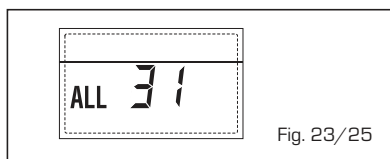

Fig. 23/25
- **ANOMALÍA CONFIGURACIÓN INSTALACIÓN TRES ZONAS "ALL 32" (fig. 23/26)**